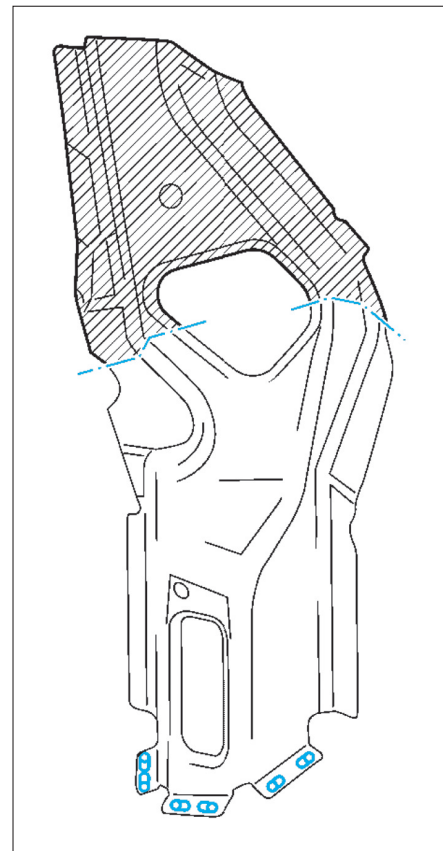

FIG. 85
- Découper le renfort de la doublure d'aile arrière neuve à la bonne dimension puis effectuer des trous oblongs de 8 x 20 mm (Fig.85).